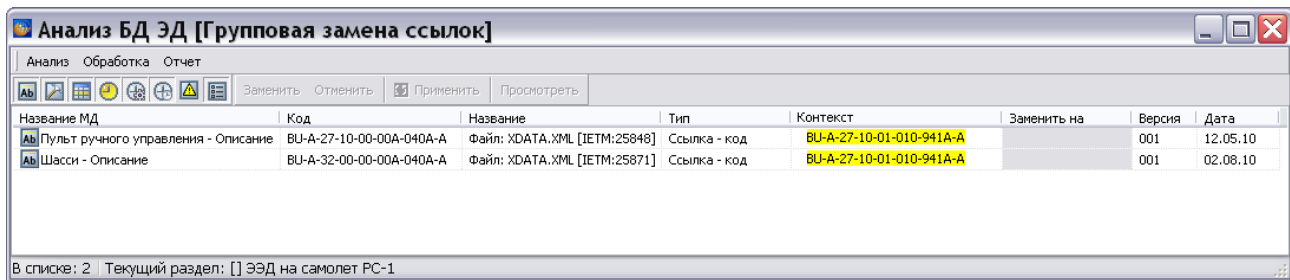

Рис. 21.193
7. В окне **Анализ БД ЭД** появится результат поиска (Рис. 21.193).